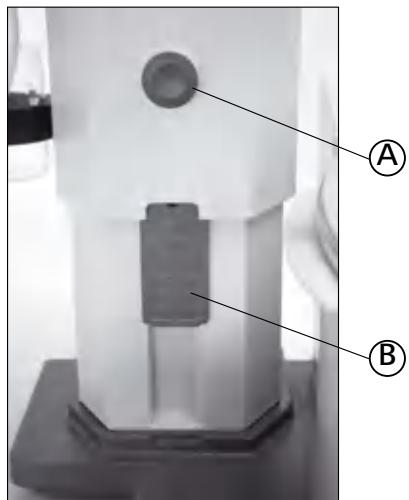

Fig. 18
- ⇒ 调节升降终点限制装置 (A) 时，只需仪器前部的按钮 (B) (Fig. 18)；